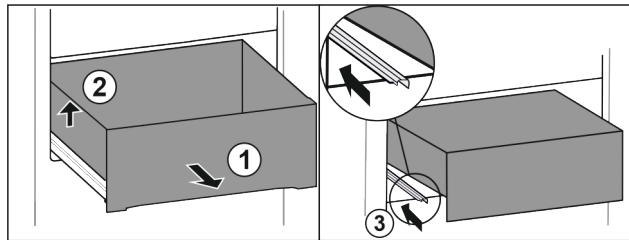

Fig. 13\*
- ▶ Витягніть висувний ящик повністю Fig. 13 (1).\*
- ▶ Підняти висувний ящик ліворуч Fig. 13 (2).\*
- ▶ Вставити ліву рейку Fig. 13 (3).\*